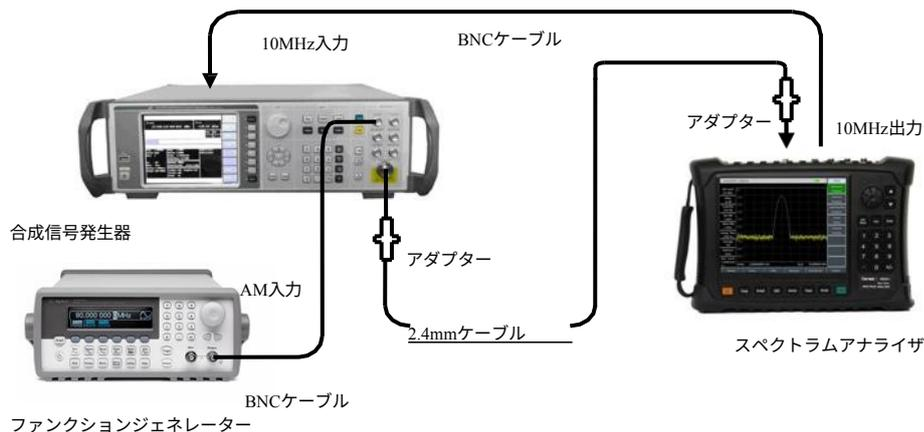

図12-4 スイープ時間精度試験の設定
- 1) 図12-4に示すように、測定機器を接続します。ファンクションジェネレーターの出力をシグナルジェネレーターのAM入力端に接続し、シグナルジェネレーターのRF出力を測定対象のスペクトラムアナライザのRF入力ポートに接続します。スペクトラムアナライザは合成信号ジェネレーター用の周波数基準を提供します。